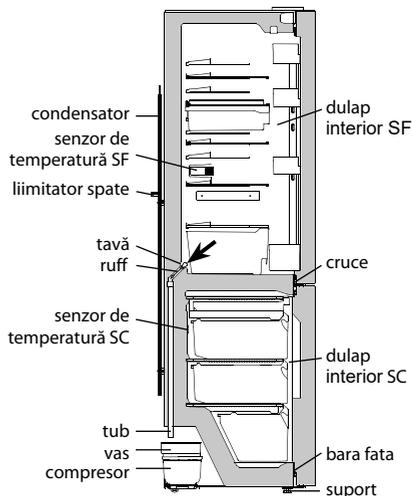

Figura 9
**3.3.1** În SF se folosește un sistem automat de dezghețare. Bruma care apare pe perețele din spate al SF se poartă într-un ciclu de dezghețare atunci când compresorul este deconectat și se transformă în picături de apă. Picăturile de apă topită se scurg în tavă, prin orificiul din tub întră în vasul de pe compresor în conformitate cu figura 9 și se evaporă. În orificiul tăvii este instalată o perie pentru a elimina înfundarea sistemului de scurgere.
- spălați ruful și instalați în funcție de figura 9.
- în SC aproape de senzorul de temperatură situat pe perețele din spate al SC în conformitate cu figura 9.